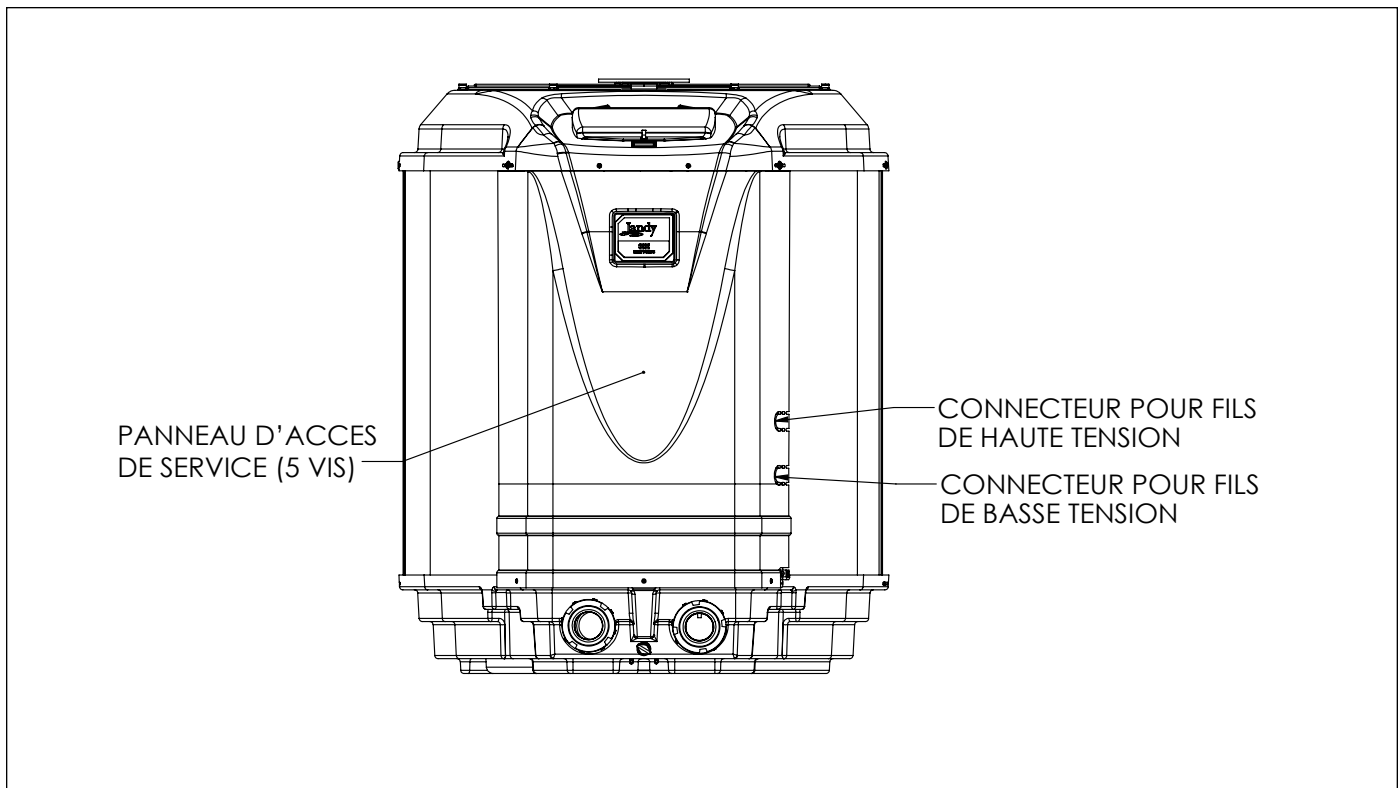

Figure 10. Vue de face de la thermopompe de la série JE de Jandy Pro
2. Retirer les cinq (5) vis qui attachent le panneau d'entretien et d'accès à l'unité de la thermopompe (voir Figure 10).
4. Les câbles électriques d'alimentation doivent être acheminés à travers des conduits étanches. Passer les fils et le conduit par le trou désigné pour les câbles à haute tension du côté droit de la thermopompe. Effectuer les raccords en dessous de la boîte de jonction en tôle. Voir la Figure 10 pour connaître l'emplacement du trou.
2. Retirer les quatre (4) vis qui attachent le tableau d'entretien et d'accès à l'unité de thermopompe et le couvercle de la boîte de jonction (voir Figure 10).
3. Acheminer les câbles du système de commande de la piscine et du spa jusqu'à la connexion de conduit étiquetée « connexion de basse tension », situé du côté inférieur droit de la thermopompe (Voir Figure 10).
2. Retirer les vis liant le tableau d'entretien et d'accès à l'unité de thermopompe et au couvercle de la boîte de jonction (Voir Figure 10).
3. Acheminer les câbles du système de commande de la piscine et du spa à la connexion du conduit étiquetée « Connexion de basse tension », située du côté inférieur droit de la thermopompe (voir Figure 10).
2. Retirer les cinq (5) vis qui attachent le panneau avant à la thermopompe et enlever le couvercle de la boîte de jonction. Voir la Figure 10.
3. Acheminer quatre (4) câbles solides de cuivre de calibre 22 dans le conduit étiqueté "Low Voltage Connection" (Connexion de basse tension) situé du côté inférieur droit de la thermopompe. Voir la Figure 10. Les câbles peuvent avoir une longueur de 91,4 m (300 pi).